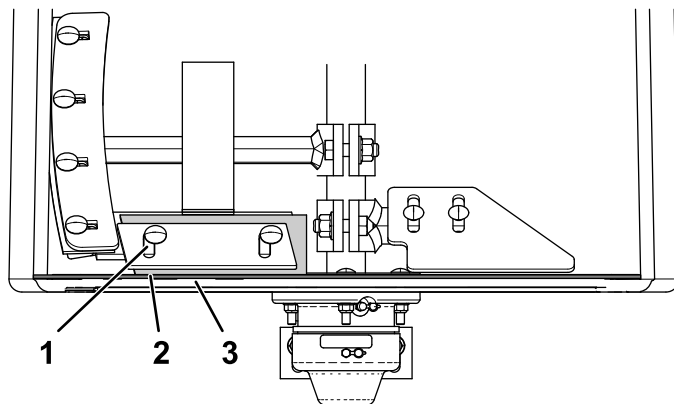

Figura 74
4. Afloje los pernos de cabeza redonda y las contratuercas prensadas que sujetan la hoja de la paleta y la escobilla a la paleta fija. (Figura 74)